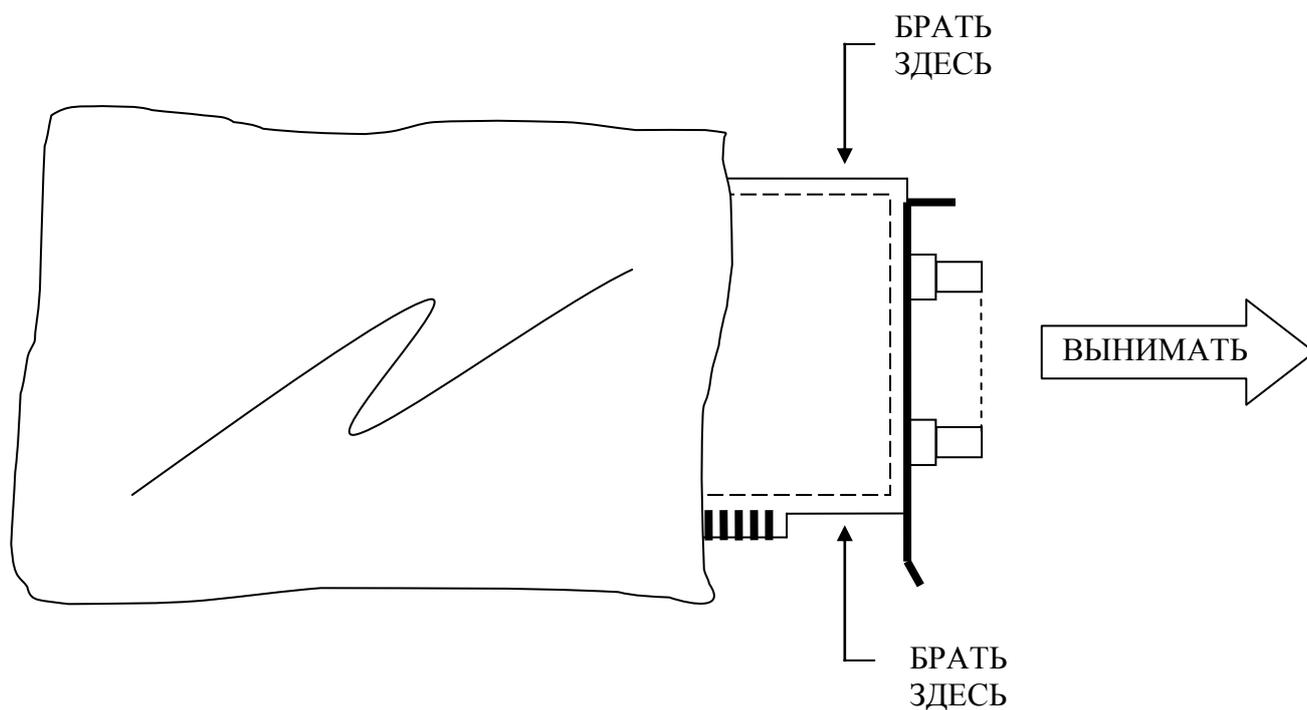

Рис. 7. 1
**ВНИМАНИЕ!** Плату брать только за ребра или кронштейн (см.Рис. 7. 1). Не прикасаться к деталям и печатным проводникам платы,